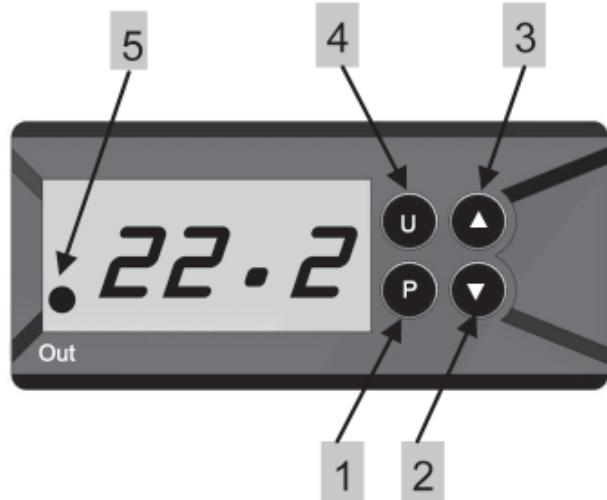

Fig 7.
Para evitar o sobreaquecimento dos componentes no interior do aquecedor, causado pela comutação frequente de ligar e desligar (ciclo), o termostato digital foi pré-programado com uma função de retardamento. Este evita flutuações rápidas na temperatura da água, pela comutação de ligar e desligar do aquecedor mais do que uma vez no período de dois minutos. O modo de retardamento é indicado pela intermitência do indicador Vermelho (5) no termostato digital (ver fig.7)